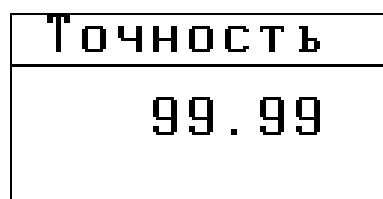

Рис.3-4 Выбор точности измерения
**Шаг 4.** Задайте количество знаков после запятой в результате измерения. Доступные значения 9999 - 9.999 - 99.99 – 999.9 (рис.3-4).